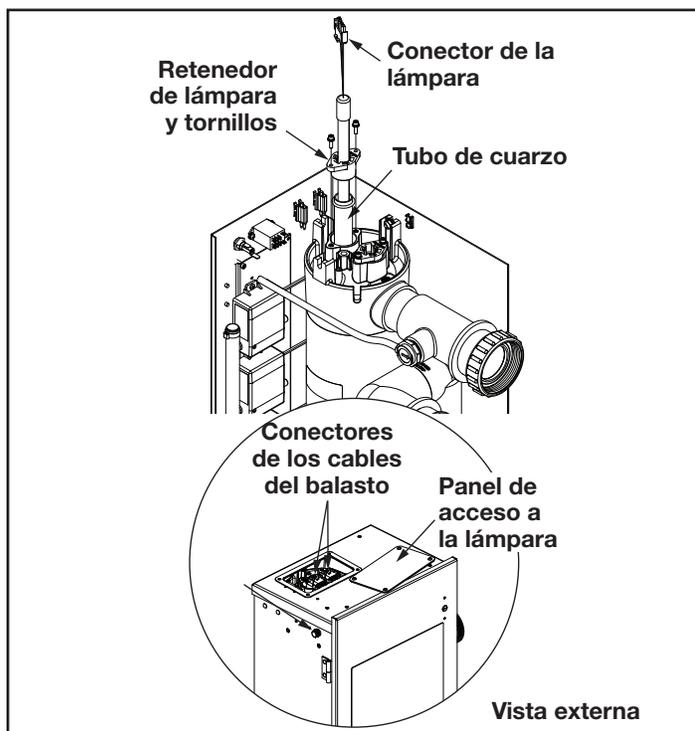

Figura 6. Subconjunto del reactor UV
- Use un destornillador Phillips para quitar los cuatro (4) tornillos que sujetan la tapa de acceso. Consulte la Figura 6.
- Desenchufe los conectores de la lámpara de los conectores de los cables del balasto. Luego, sujete los cables de la lámpara UV y tire suavemente hasta que la parte superior de la lámpara UV pase las pestañas del retenedor de la lámpara. Consulte la Figura 6.
- Ubique el panel de acceso a la lámpara UV en la parte superior del sistema AOP Jandy. Retire los cuatro (4) tornillos con un destornillador Phillips y quite el panel. Consulte la Figura 6.
- Ubique el panel de acceso a la lámpara UV en la parte superior del sistema AOP Jandy. Retire los cuatro (4) tornillos con un destornillador Phillips y quite el panel. Consulte Figura 6: Vista externa.
- Desenchufe los conectores de las lámparas de los conectores de los cables del balasto. Consulte la Figura 6.